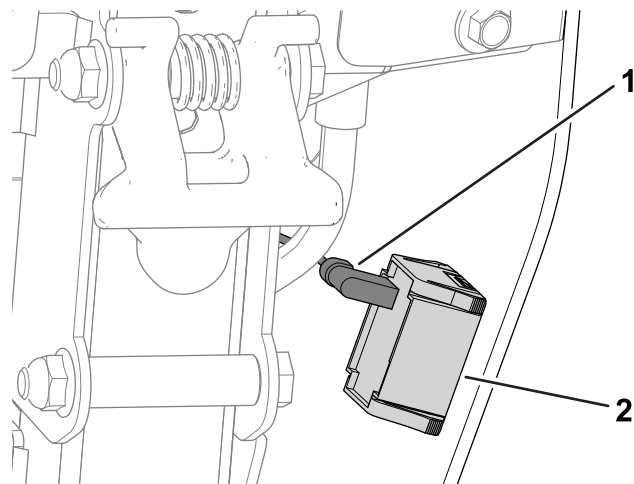

Рисунок 40
- A. Отсоедините разъем жгута проводов от счетчика моточасов (**Рисунок 40**).